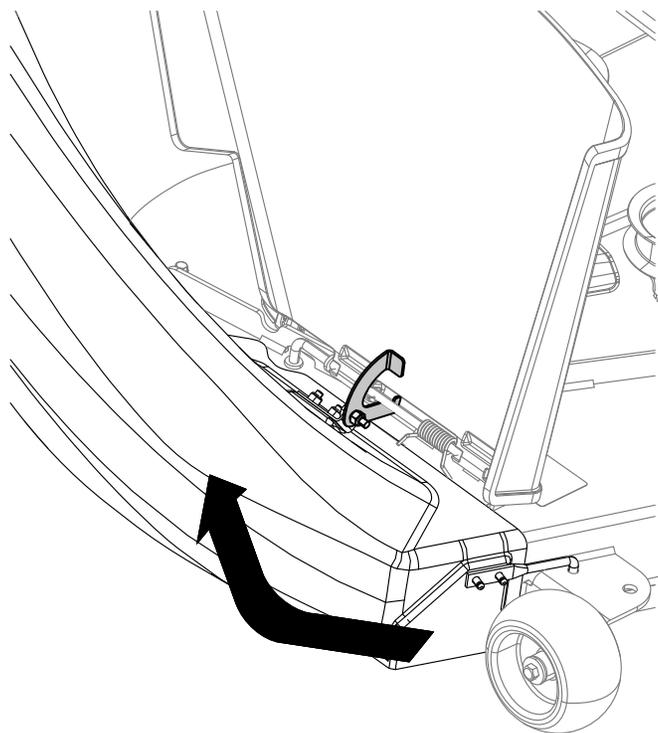

Figura 22
6. Na parte superior da calha, engate o fecho em forma de gancho em redor da barra da articulação do conjunto do defletor e instale a barra no furo na plataforma do cortador (Figura 22).